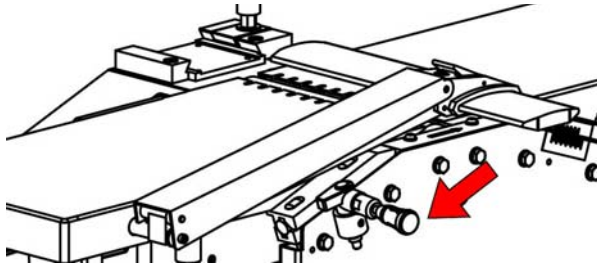

Fig.31: Bloqueo del tocador
Paso 14: Gire la manija (Fig.31) 3-4 vueltas en el sentido de las agujas del reloj para Bloquear el tocador.